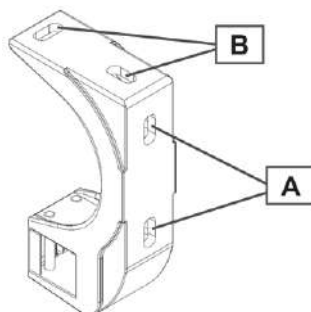

Imagen 5.
Todos los valores han sido calculados considerando un número de soportes igual a 2. El cálculo para los elementos de sujeción ha sido realizado con la PLACA DE PARED/TECHO mostrada en la imagen 5, teniendo en cuenta que en la pared se utilizan las 2 ranuras (A) y en el techo las 2 ranuras (B).